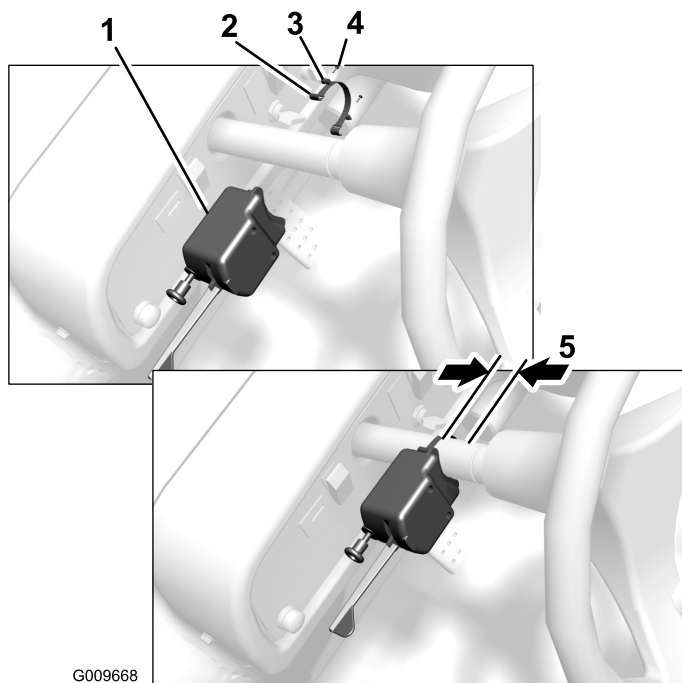

Figura 16
- E. Tenete premuto il controller contro il piantone dello sterzo in modo tale che la cinghietta si trovi a circa 6 mm dalla schiuma sintetica presente sul piantone dello sterzo (Figura 16). Piegate la cinghietta attorno al piantone. Inserite l'altra estremità della cinghietta nella seconda clip e piegatela a 25 mm dal suo capo. Chiudete la clip sotto il dispositivo di ancoraggio del controller.